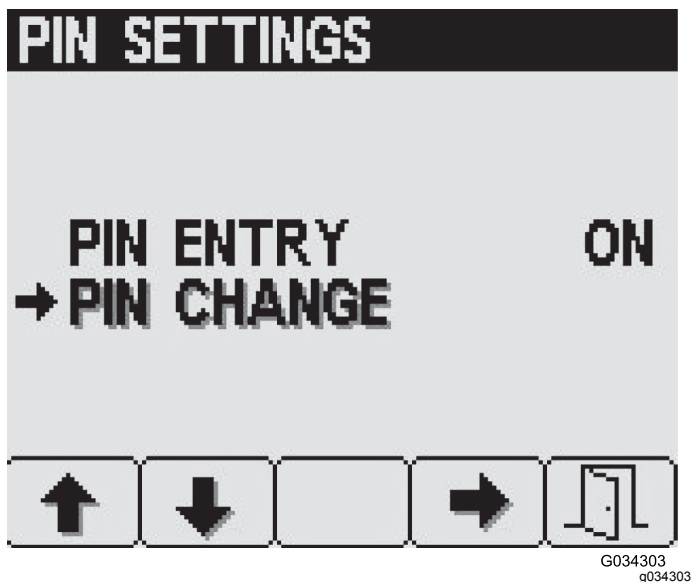

Figure 27
3. Dans l'écran Réglages code PIN, appuyez sur le bouton 2 jusqu'à ce que l'option Modification du code PIN soit atteinte, puis appuyez sur le bouton 4 pour la sélectionner (Figure 27).